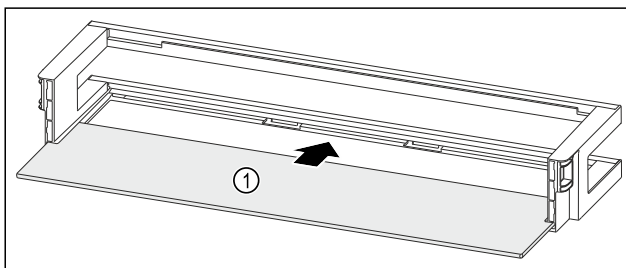

Fig. 241 Oviteline säilytyshyllyn kanssa
- ▶ Työnnä säilytyshylly Fig. 241 (1) sivuilla oleviin koloihin.